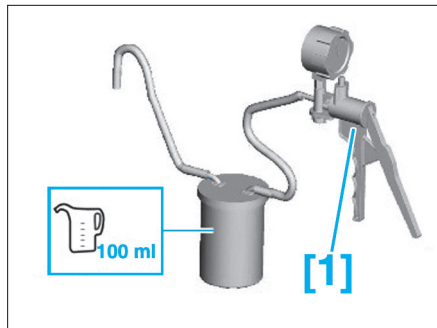

Fig. 7
- [1]. Pompe de pression manuelle/pompe à vide (ref : 416-D001) (Fig.7).
- Réaliser un montage à l'aide de l'outil [1] muni d'un réservoir approprié, préalablement rempli de 100 ml environ de liquide de frein neuf et préconisé, dans lequel sera immergé un tuyau branché sur la vis de purge (2) du cylindre récepteur (Fig.7).